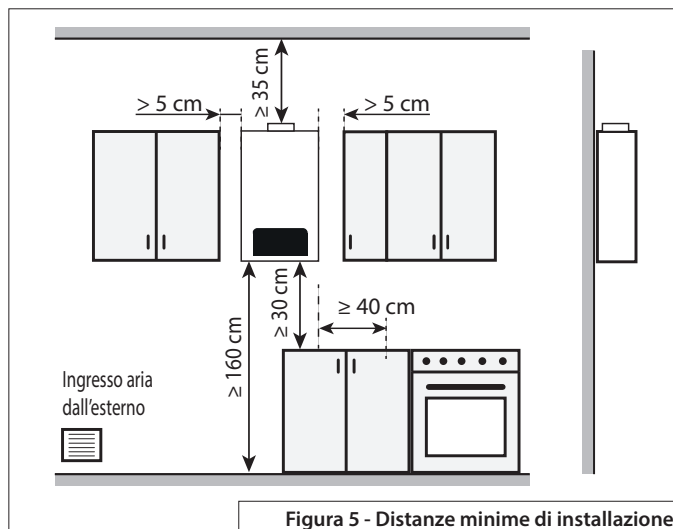

Figura 5 - Distanze minime di installazione
- Assicurarsi che le distanze minime siano conformi alle informazioni in *Figura 5 - Distanze minime di installazione*.